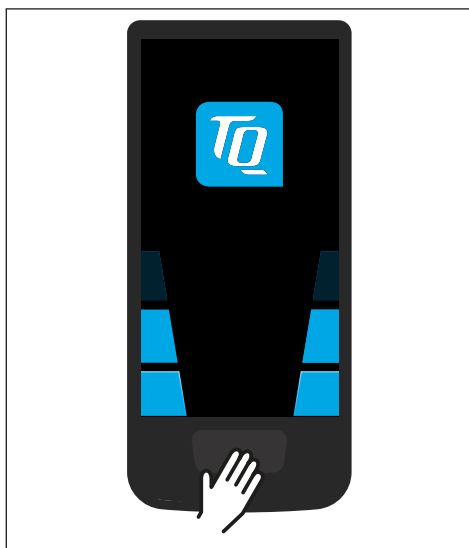

Fig. 3: Knop op Display
- Schakel de aandrijfeenheid in door **kort** op de knop (zie Fig. 3) op de Display te drukken.
- Schakel de aandrijfeenheid uit door **lang** op de knop (zie Fig. 3) op de Display te drukken.